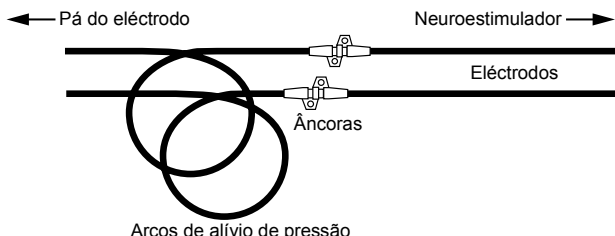

Figura 6. Arcos de alívio de pressão efectuados com os eléctrodos (sem coberturas de ligação)
1. Mantendo a posição do eléctrodo, crie um arco de alívio de pressão com cada um dos eléctrodos, enrolando os eléctrodos na proximidade da respectiva pá (Figura 6).